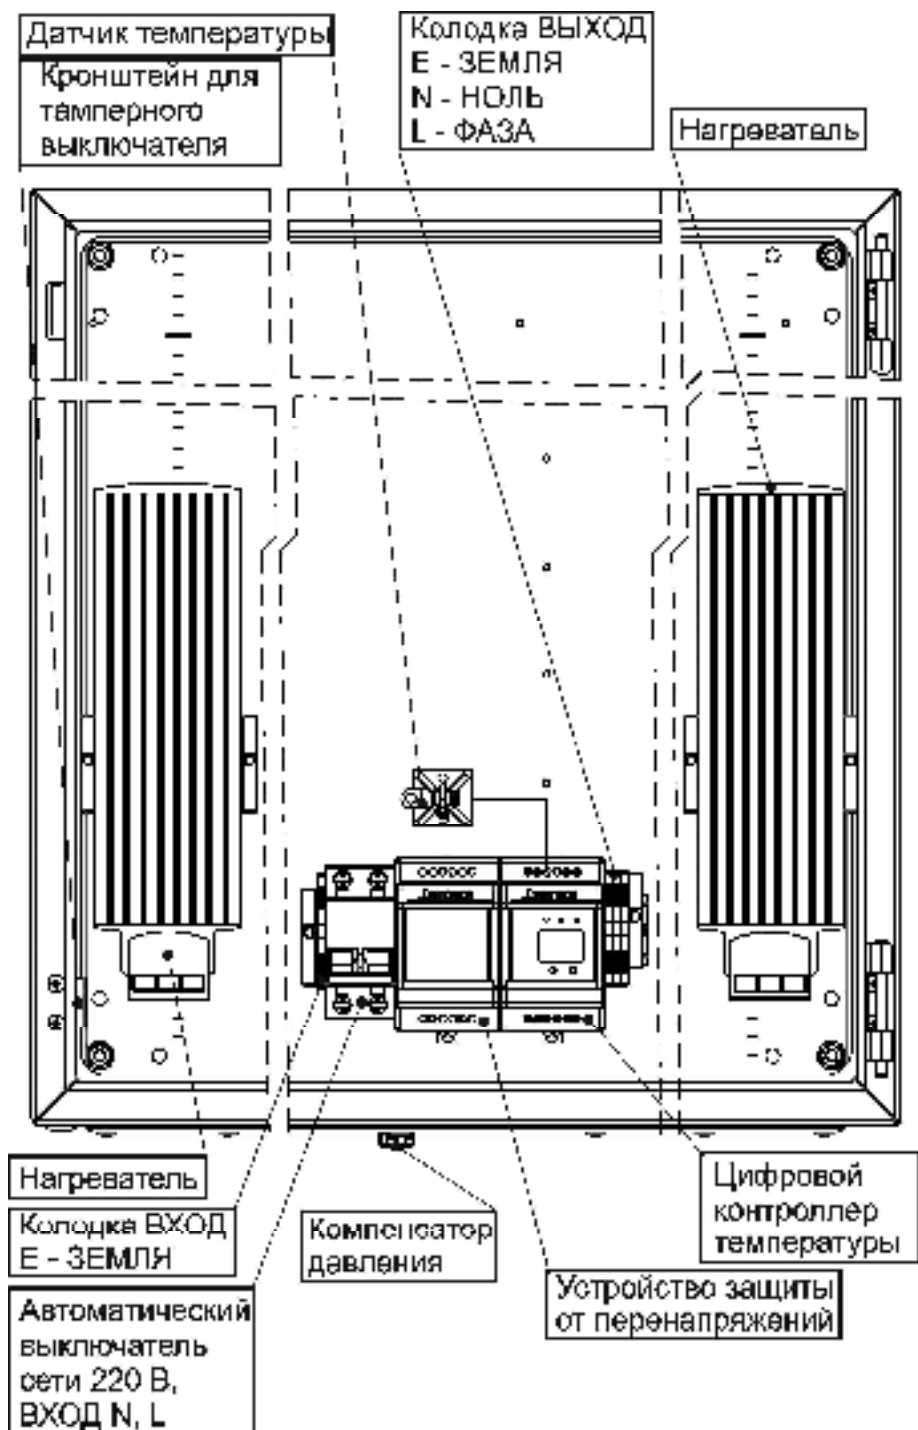

Рисунок 2 – Вид изделия с открытой дверцей
При открытой дверце осуществляется доступ к следующим узлам, расположенным на DIN-рейке: цифровому контроллеру температуры; автоматическому выключателю; клеммной колодке ВХОД и ВЫХОД~ 220В (см. рисунок 2). Общий вид изделия с открытой дверцей показан на рисунке 2.
Перед проведением электромонтажа, многожильные провода рекомендуется оконечить втулочными наконечниками (наконечники входят в комплект поставки). Выполните подключение внешних цепей к изделию в соответствии с назначением клемм подключения (см. рисунок 2) в следующей последовательности:
- Провод заземления подключите к клемме E (ЗЕМЛЯ) на колодке «ВХОД» (см. рисунок 2).
- Подключите, соблюдая фазировку, к клеммам автоматического выключателя сетевые провода N (НОЛЬ) и L (ФАЗА) (см. рисунок 2).
- В случае необходимости установите тамперный переключатель (входит в комплект поставки) на специальный кронштейн (см. рисунок 2), используя входящий в комплект крепеж.